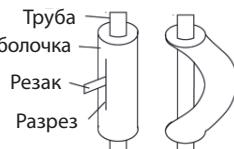

Рис. 11
- Не сгибайте трубу в том виде, как она есть. Труба будет смята. Сначала разрежьте теплоизоляционную трубу острым резаком, как показано на Рис. 11, затем согните трубу без теплоизоляции. Согните трубу так, как нужно, наденьте на нее теплоизоляционную трубку и закрепите ее лентой.